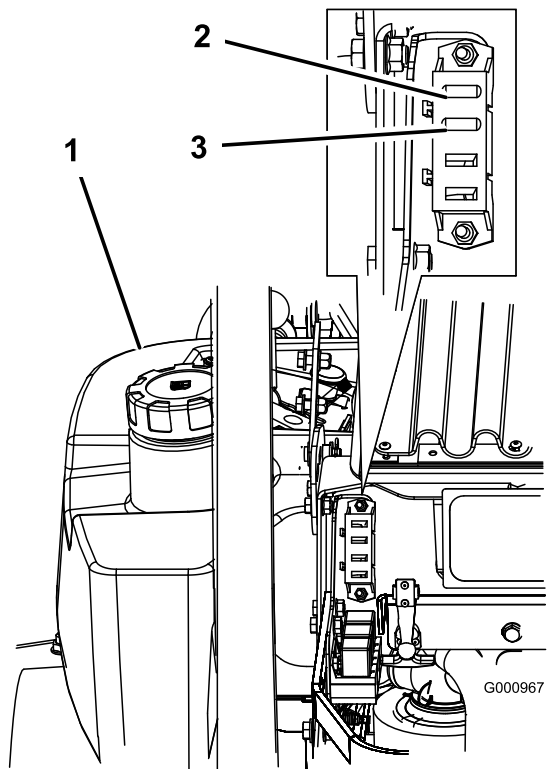

Figura 46
1. Sbloccate il cofano del motore ed alzate lo per accedere al portafusibili (Figura 46).
3. Montate un fusibile nuovo (Figura 46).